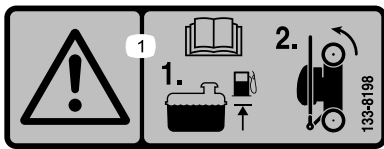

Figure 21
- Assurez-vous que le niveau de carburant dans le réservoir ne dépasse pas celui recommandé par le constructeur du moteur ; reportez-vous à l'autocollant du constructeur apposé sur le moteur (Figure 21).